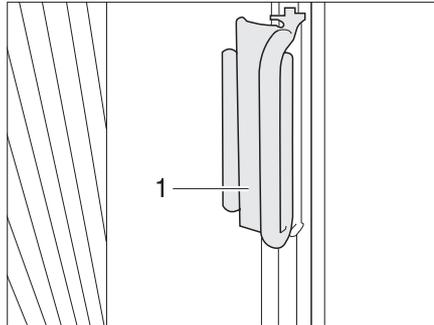

Bild 8 Verriegelung faltverdunklung Fahrer-/Beifahrerfenster
- Die faltverdunklungen für das Fahrerfenster und das Beifahrerfenster mit dem Griff (Bild 8,1) auf den aufsatz schieben. Die faltverdunklung ist gesichert.